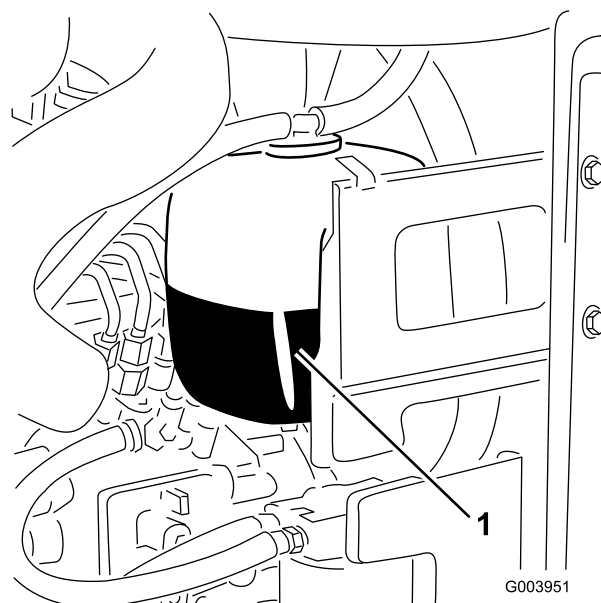

Рисунок 29
- Проверьте уровень охлаждающей жидкости в расширительном бачке (Рисунок 29).